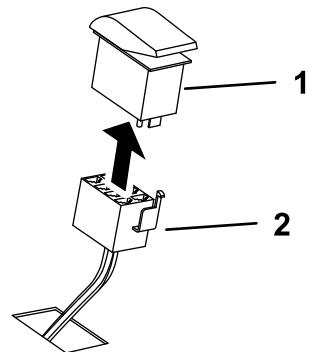

Figure 5
- En passant par l'intérieur de la machine, poussez le connecteur de l'interrupteur au bout du faisceau à travers le trou laissé par le cache, puis branchez le connecteur à l'interrupteur (Figure 5).
- Insérez l'interrupteur dans le trou (Figure 5).